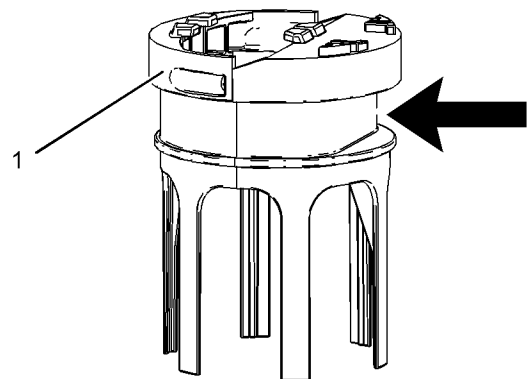

図 91
4. タブ(5) を引いて、ヘッダコイルの底部からサクシオンフィルタ(4) を取り外します。新しいサクシオンフィルタと交換します。
6. 図91のように、バンドクランプがフィルタベースの平らな部分と揃っていることを確認します。バンドクランプを $4.5 \pm 0.7 \text{ N}\cdot\text{m}$  ( $40 \pm 6 \text{ lb in}$ )のトルクで締め付けます(1)。また、締め付け時にフィルタがよれてコブができないよう注意します。